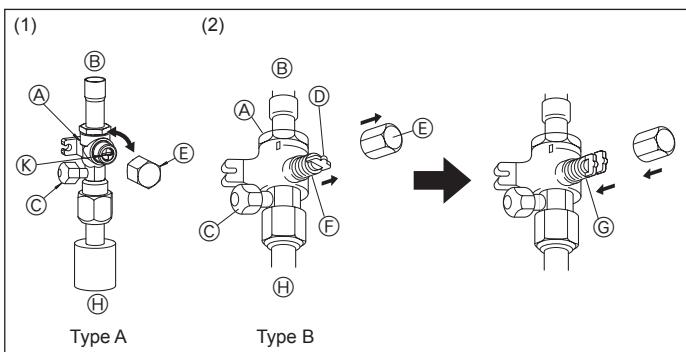

Fig. 5-9
#### (1) Type A (Fig. 5-9)
#### (2) Type B (Fig. 5-9)